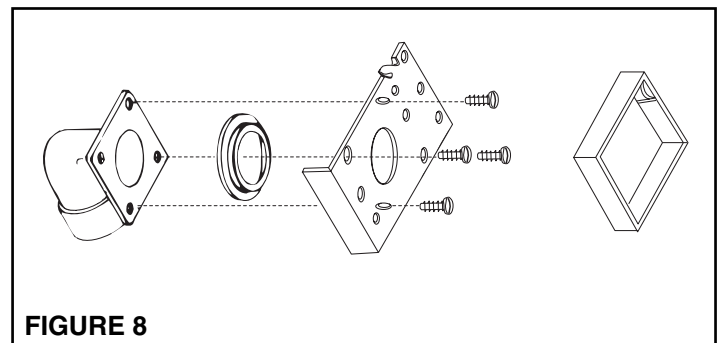

FIGURE 8
4. Voyez la figure 8. Enlevez le carton du cadre protecteur. Utilisez les quatre (4) vis qui vous sont fournies, pour attacher le raccord à bride approprié ainsi que le joint à l'arrière de la prise.